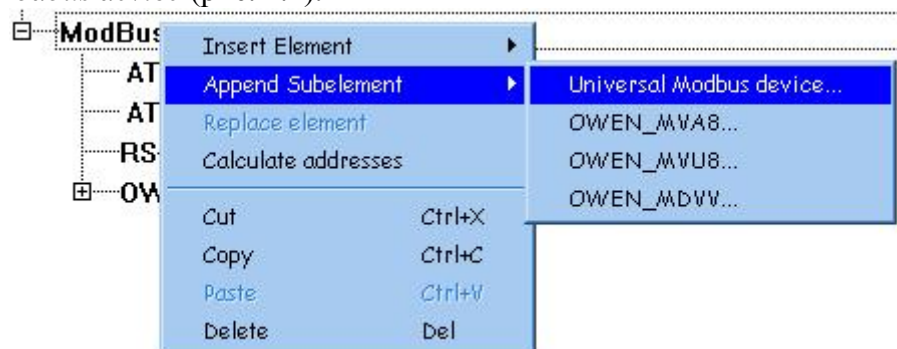

Рис. 4.1
4. Если вам неудобно работать с готовым шаблоном опроса модуля MBA8, описанном в предыдущем пункте, вы можете самостоятельно настроить список и формат получаемых с MBA8 данных. Для этого нажмите правой кнопкой мыши на пункте *ModBus (Master)*, в появившемся контекстном меню выберите пункт *Append Subelement*, а затем модуль *Universal Modbus device* (рис. 4.1).